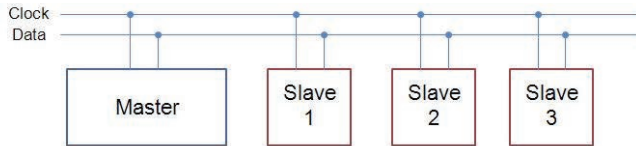

Figura 4.6-1. Cables de comunicación del protocolo I2C. A estos cables hay que añadir el GND y VCC de alimentación, como hemos hecho con el display LCD
- El protocolo de comunicaciones, como es el I2C. Este protocolo define la manera en la que se comunican dos o más dispositivos por medio de dos cables de comunicación como vemos en la Figura 4.6-1 (un cable de datos, otro de señal de reloj para sincronizar dispositivos) y los cables de alimentación (*VCC* y *GND*). Este protocolo es de tipo maestro/esclavo, en donde cada esclavo tiene una dirección, estilo número de teléfono, y cuando un maestro necesita algo de un esclavo escribe su número en el bus de datos y espera que éste le conteste.